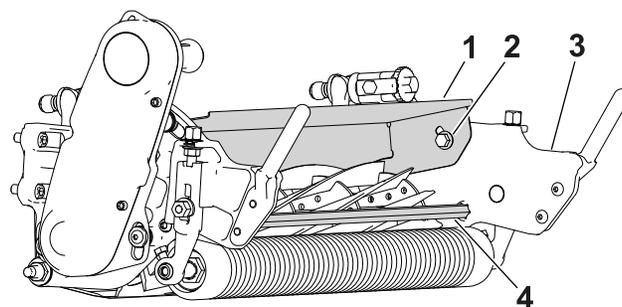

Bild 17
- Lockern Sie die Schrauben, mit denen das Grasschutzblech am Mähwerk befestigt ist (Bild 17).